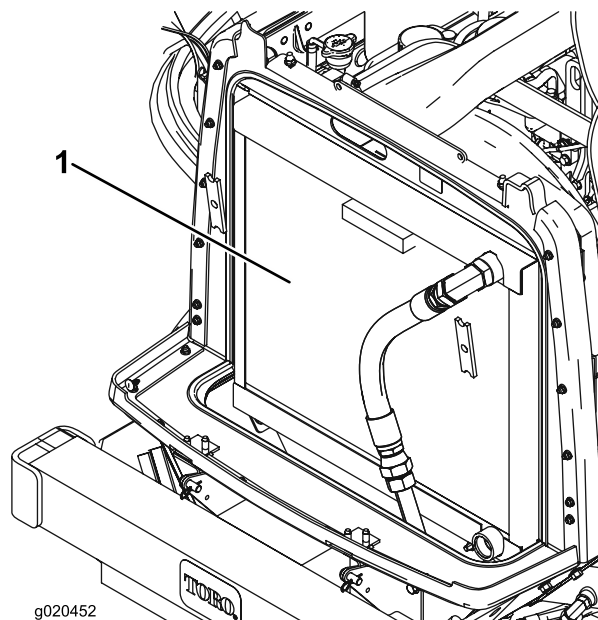

Figura 66
2. Limpie a fondo ambos lados de la zona del radiador/enfriador de aceite (Figura 66) con aire comprimido. Empezando en la parte del ventilador, sople los residuos hacia la parte trasera. Luego, limpie desde atrás, soplando los residuos hacia adelante. Repita este procedimiento varias veces hasta eliminar todos los residuos.